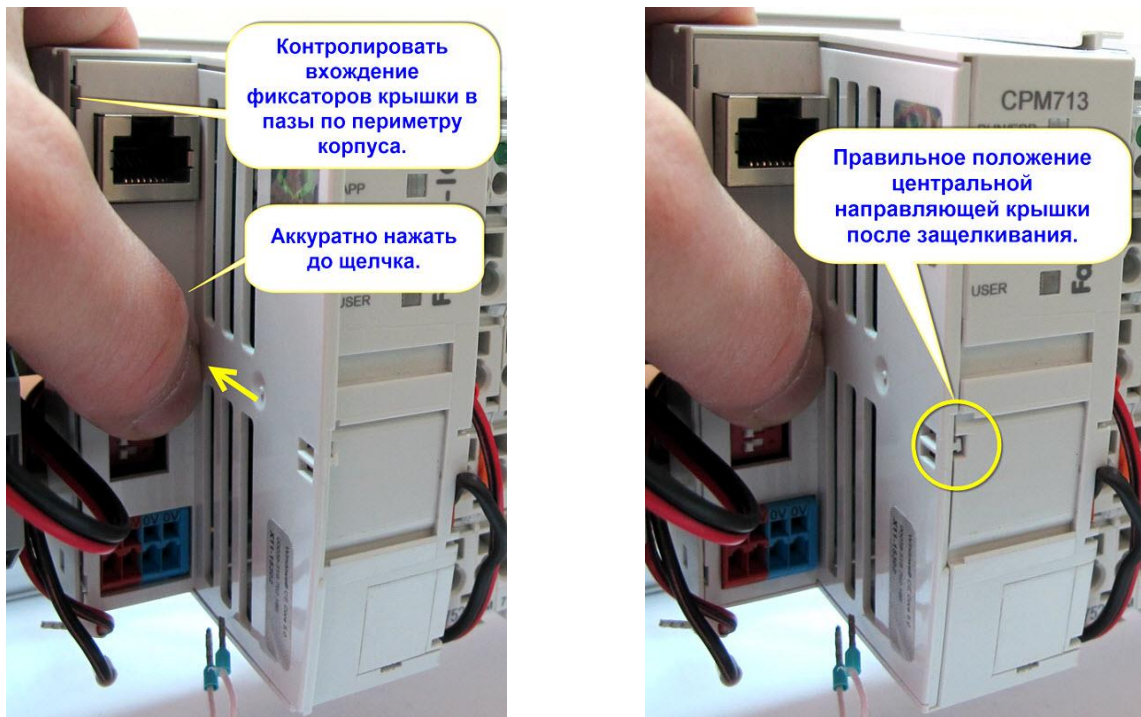

Рис. 5.11 Защелкивание фиксаторов боковой крышки
- При необходимости придерживая правой рукой центральную направляющую крышки в центральном пазу корпуса, аккуратно защелкните фиксаторы крышки нажатием большого пальца левой руки, как показано на Рис. 5.11.